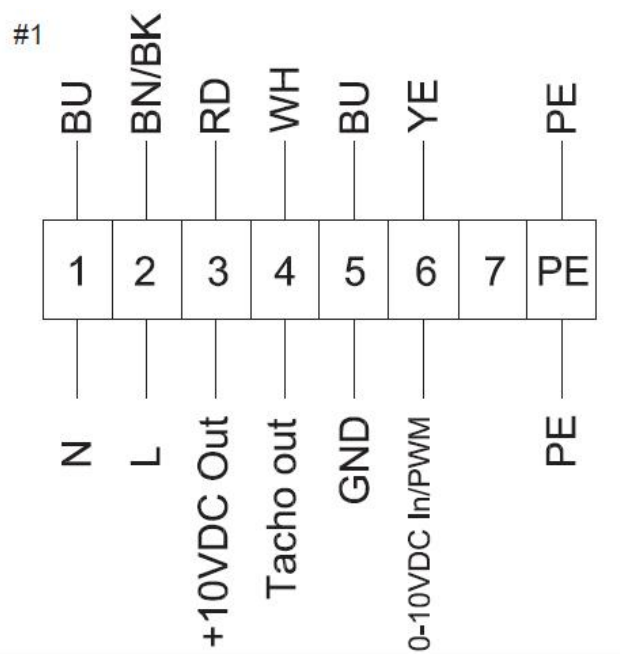

Fig. 12
- Wentylator musi być podłączony zgodnie ze schematem połączeń elektrycznych, który jest dołączony do niniejszej instrukcji lub na schemacie znajdującym się pod pokrywą puszkę połączeniowej silnika (fig. 12).